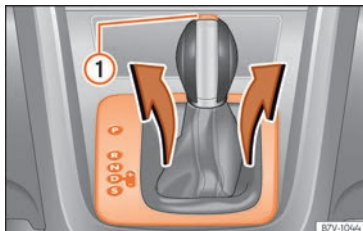

Fig. 52 Smontare il rivestimento dell'indicatore delle marce.
- Tirare la copertura verso l'alto afferrandola nella zona del parapolvere della leva selettoria » » » **fig. 52**.
- Premere il tasto di blocco » » » **fig. 52** ① sul pomello della leva selettoria e portare la leva in posizione **N**.